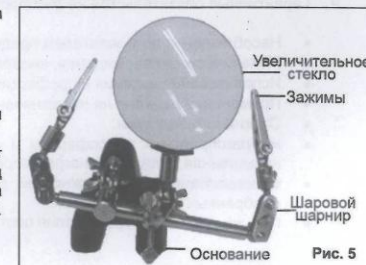

Рис. 5
- Данный аксессуар имеет шаровые шарниры и позволяет закрепить детали в удобном для работы положении под увеличительным стеклом. Установите основание штатива на прочной ровной поверхности и закрепите деталь в зажиме (См. Рис.5).